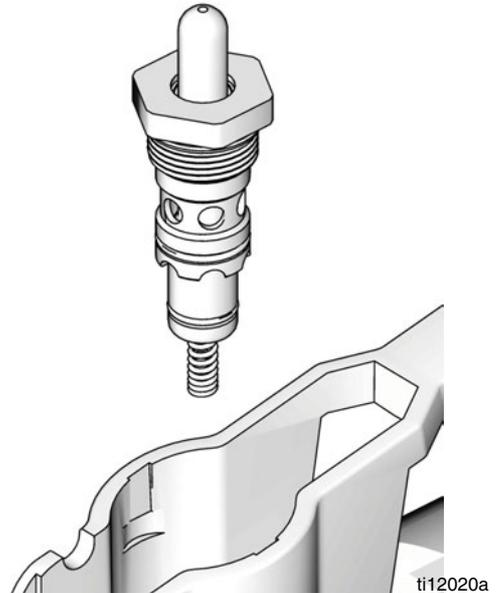

FIG. 20
6. Aplique grasa a los hilos del cartucho de la válvula (13) y alrededor de la junta o-ring.
7. Vuelva a instalar el conjunto completo en la carcasa del medidor (FIG. 20).